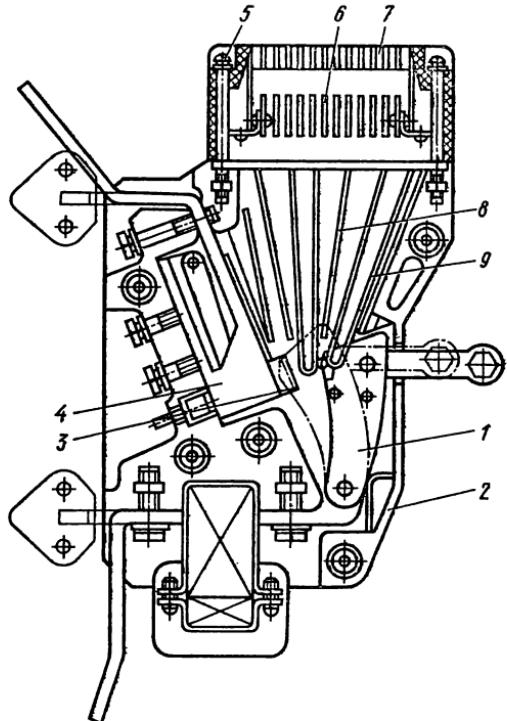

Рис. 14. Автоматический выключатель «Электрон»
**Автоматический выключатель «Электрон».** Выключатель (рис. 14) выпускается на номинальный ток до 6300 А и состоит из контактной группы, дугогасительных устройств, механизма управления, контактов вспомогательной цепи, независимого расцепителя, минимального расцепителя напряжения, штепсельного разъема и полупроводниковой максимально-токовой защиты (МТЗ). В изоляционном корпусе 2 размещены подвижные 1 и неподвижные 4 контакты. Контакты имеют накладки 3 из металлокерамики. Кинематика контактной системы обеспечивает перекат контактов при включении выключателя. Дугогасительное устройство объединено с корпусом контактной системы и состоит из набора чередующихся стальных пластин 8 и скоб 9. В верхней части корпуса установлене-